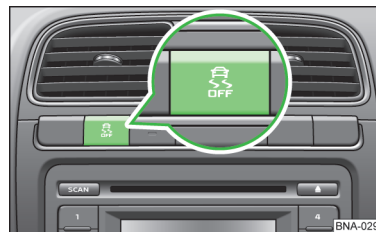

Fig. 68
► To **deactivate/activate** the system, press the  button» fig. 68.